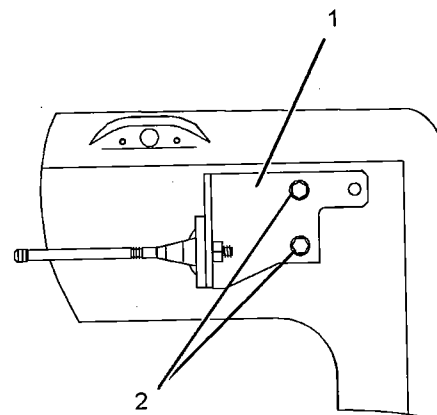

Ilustración 273
- b. Reinstale el soporte (1) con los pernos (2) que se encuentran en los dos orificios superiores del soporte. Consulte la ilustración 273.